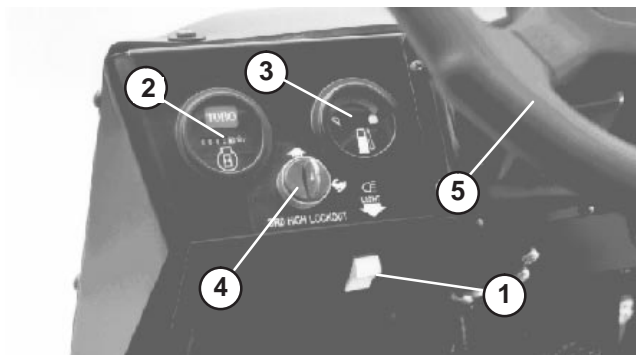

Bild 23
Gibt die Betriebsstunden der Maschine an. Der Betriebsstundenzähler wird aktiviert (Bild 23), wenn das Zündschloss in die Stellung „Ein“ (ON) gedreht wird.
Kippen Sie diesen Schalter (Bild 23), um die Beleuchtung einzuschalten. Drücken Sie den Schalter rein, um die Scheinwerfer einzuschalten.
Zeigt die Kraftstoffmenge im Tank an. Funktioniert nur bei eingeschaltetem Zündschloss (Bild 23).
Wenn Sie den Schalter in die Langsam-Stellung schieben (Bild 23) und den Schlüssel abziehen, kann der dritte Gang nicht im hohen Bereich eingelegt werden. Der Motor wird abgestellt, wenn der Schalthebel im hohen Bereich in den dritten Gang gelegt wird. Der Schlüssel wird mit nach unten zeigenden Auskerbungen eingesteckt. Drücken Sie den Schlüssel ein, wenn Sie ihn drehen möchten. Der Schlüssel kann in beiden Stellungen abgezogen werden.
Ändert die Fahrzeugrichtung. Wenn der Motor abstellt, oder die Servolenkung ausfällt, erfordert das Lenken eine größere Kraftanstrengung (Bild 23).